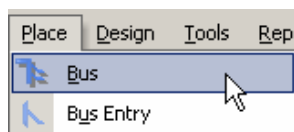

图 2.91 选择主菜单中的“Place”->“Bus”命令
- (1) 单击“Wiring”工具栏上的布置总线工具按钮，或者选择主菜单中的“Place”
-> “Bus” 命令，如图 2.91 所示，熟练的用户可使用快捷键 “P”，“B”。
(4) 在如图 2.91 所示的“Port”对话框的“Graphic”选项卡的“Properties”区域内的“Name”编辑框中输入端口名称，单击“OK”按钮。
(5) 移动鼠标指针到原理图上需要放置端口的地方，单击鼠标，将端口一端固定到原理图上，移动鼠标，调整端口符号的长度，再次单击鼠标，即完成一个端口的布置。
(6) 重复步骤(5)布置其他端口，全部布置完毕后，单击鼠标右键，结束端口的布置。